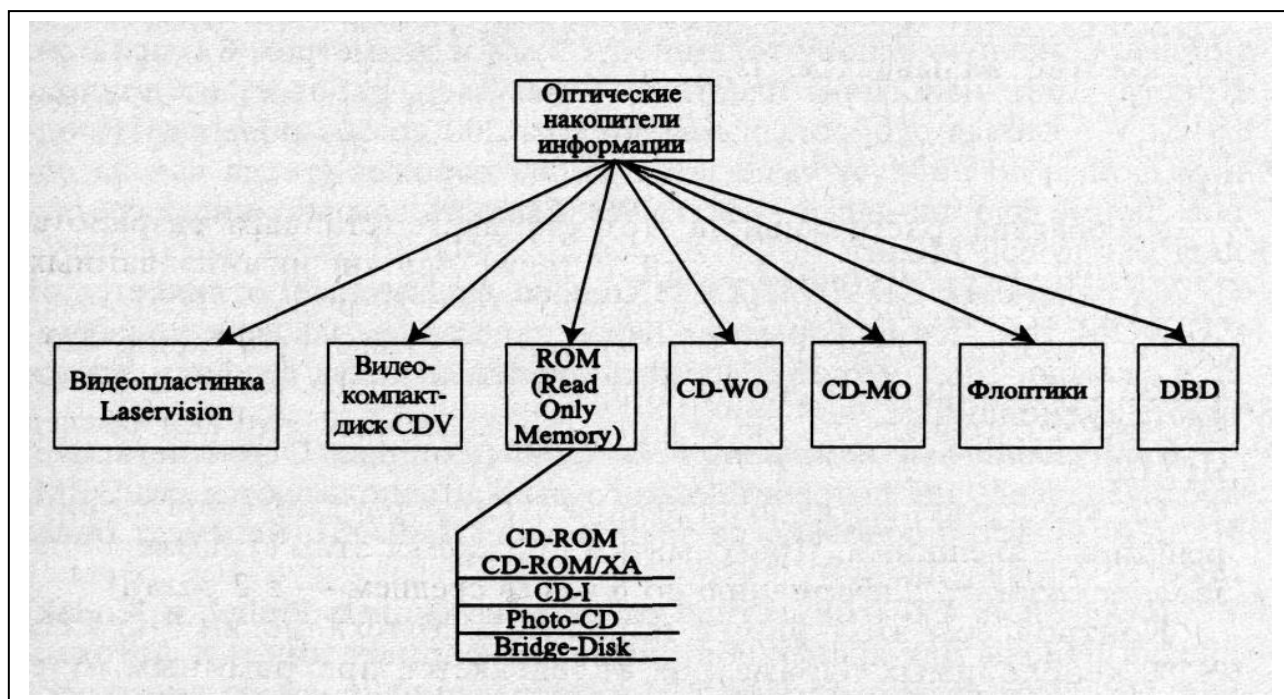

Рис. 8.5. Классификация оптических накопителей информации
Классификация оптических накопителей информации приведена на рис. 8.5. Один из первых оптических накопителей информации — **видеопластинка Laservision** фирмы Philips, представляла собой плексигласовый диск диаметром 20 или 30 см с тонким алюминиевым слоем, покрытым защитной пленкой из лака. При нанесении информации в алюминиевом слое делаются углубления, располагаемые вдоль дорожек, как в обычных грампластинках. Отличие заключается в том, что, во-первых, дорожки начинаются в центре пластинки и, во-вторых, что они наносятся лазерным лучом; ширина дорожки при этом составляет 0,4 микрона, расстояние между дорожками — 1,6 микрона. При таких размерах на одном миллиметре радиуса располагаются 600 дорожек. При считывании информации лазерный луч по-разному отражается от основной ровной поверхности (0) и от углублений (1).